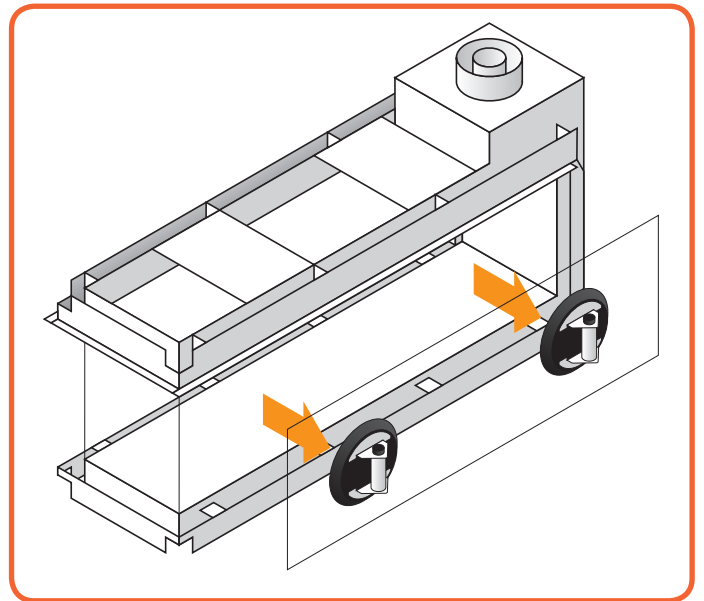

Figure 10.13 - Retirez la vitre
- Soulevez légèrement la vitre de la glissière inférieure et sortez-la en la penchant à travers l'ouverture comme indiqué à la **Figure 10.13**.